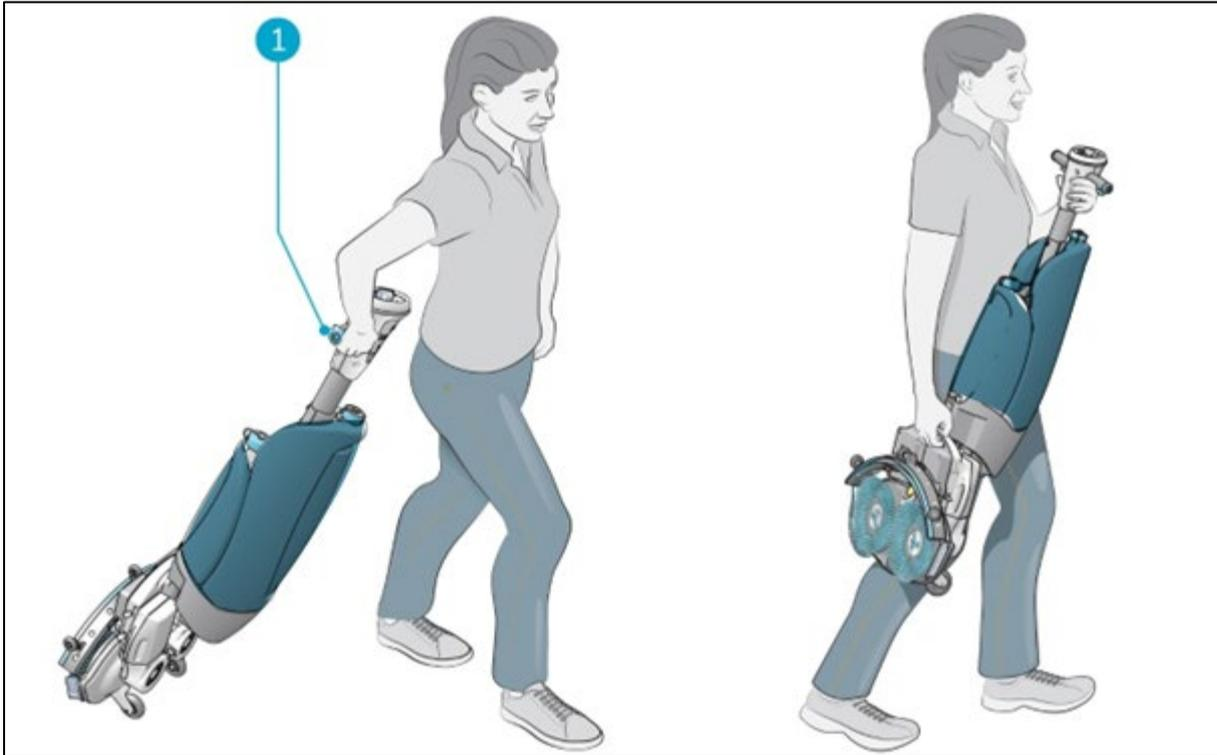

Figure 16
2. Tenir la poignée d'une main (Figure 16, pos 1).